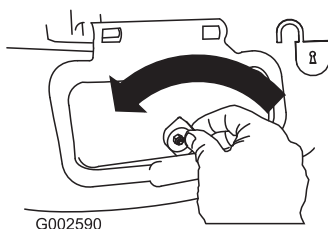

Bild 33
1. Entriegeln Sie die Seitenauswurfklappe (**Bild 33**).